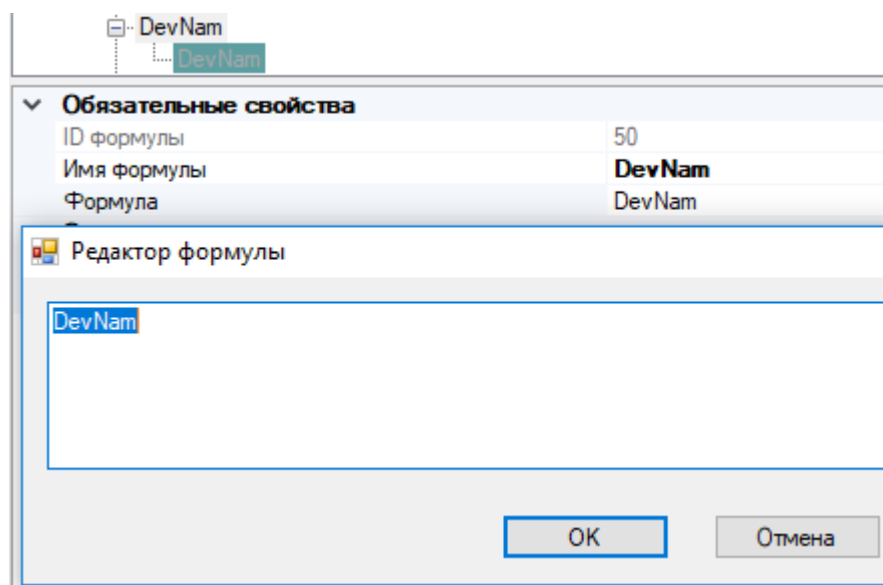

Рисунок 97. Редактор формул
- Следующим шагом добавляем формулы в «Конструкторе отчетов». Для этой цели добавляем формулу и присваиваем ей переменную (рисунок 97).